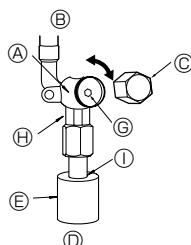

Fig. 4-5
(1) P100-P140 modellerinin gaz tarafı (Fig. 4-5)
- ① Başlığı çıkarın ve 5 mm'lik bir altgen somun anahtarıyla vana çubuğu gidebileceği yere kadar saat yönünün tersine döndürün. Tampona dayanınca döndürmeye son verin.